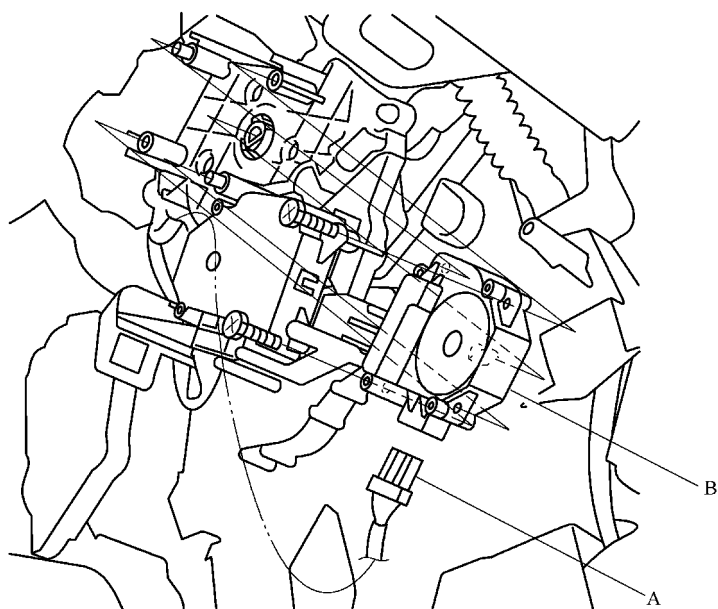

图 19-10 拆下驾驶人侧模式控制电动机
- 2) 如图 19-10 所示，将 7 针连接器 A 从驾驶人侧模式控制电动机 B 上断开。将自攻螺钉和驾驶人侧模式控制电动机从加热器单元上拆下。